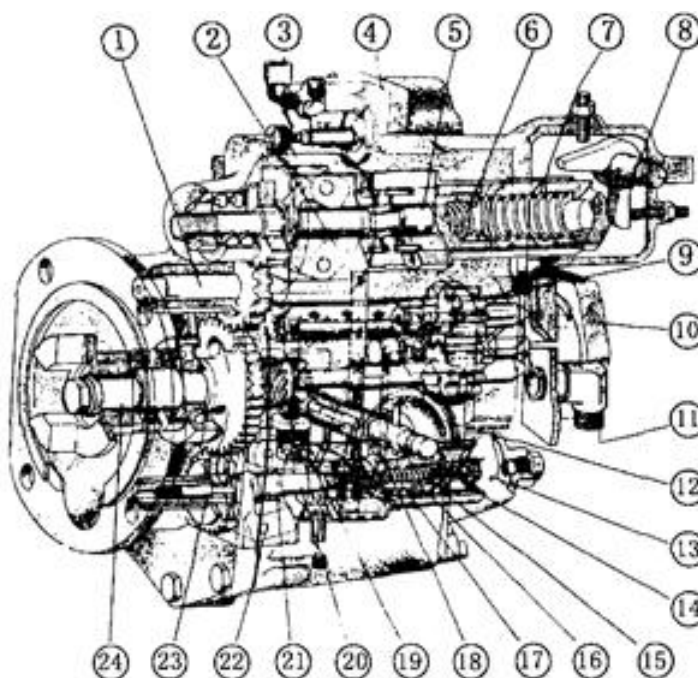

Рис. 5-8 Модель топливного насоса PT (G) VS и направление потока топлива
2) Топливный насос (деталь № 3262175) (см. Рис. 5-8)
3) Принцип работы системы питания (см. Рис. 5-8 и 5-9)
Если двигатель работает, коленчатый вал вращается. Основной вал топливного насоса (24) совершает вращение при помощи зубчатого привода. Основной вал (24) обеспечивает работу зубчатого насоса (9), молоточка (2) и задает вращение валу спидометра (см. Рис. 5-8).